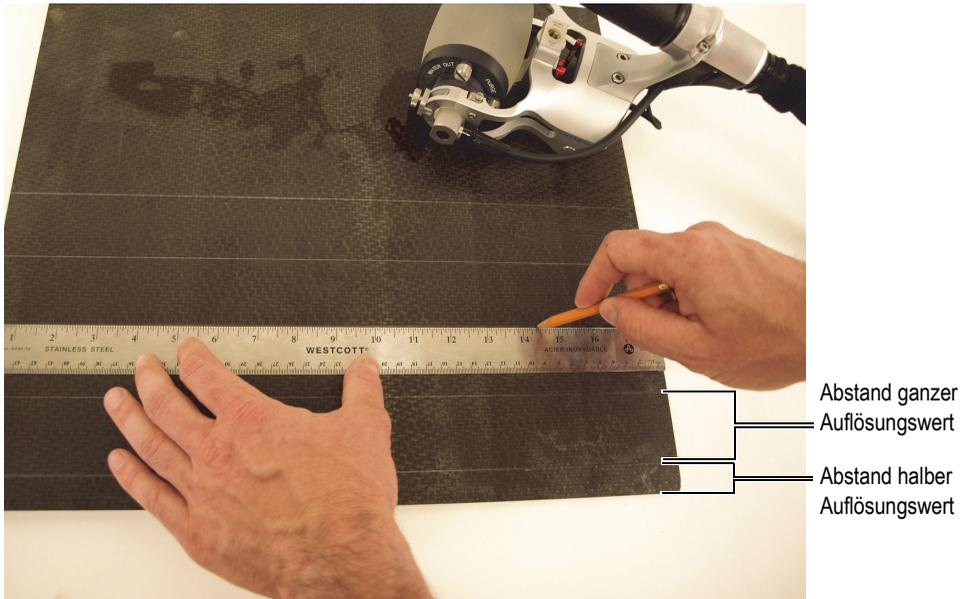

Abbildung 4-9 Zeichnen von parallelen Führungslinien auf der Prüffläche
3. Zeichnen Sie auf der Prüffläche parallele Linien im Abstand des berechneten Auflösungswerts (Abbildung 4-9 auf Seite 67).